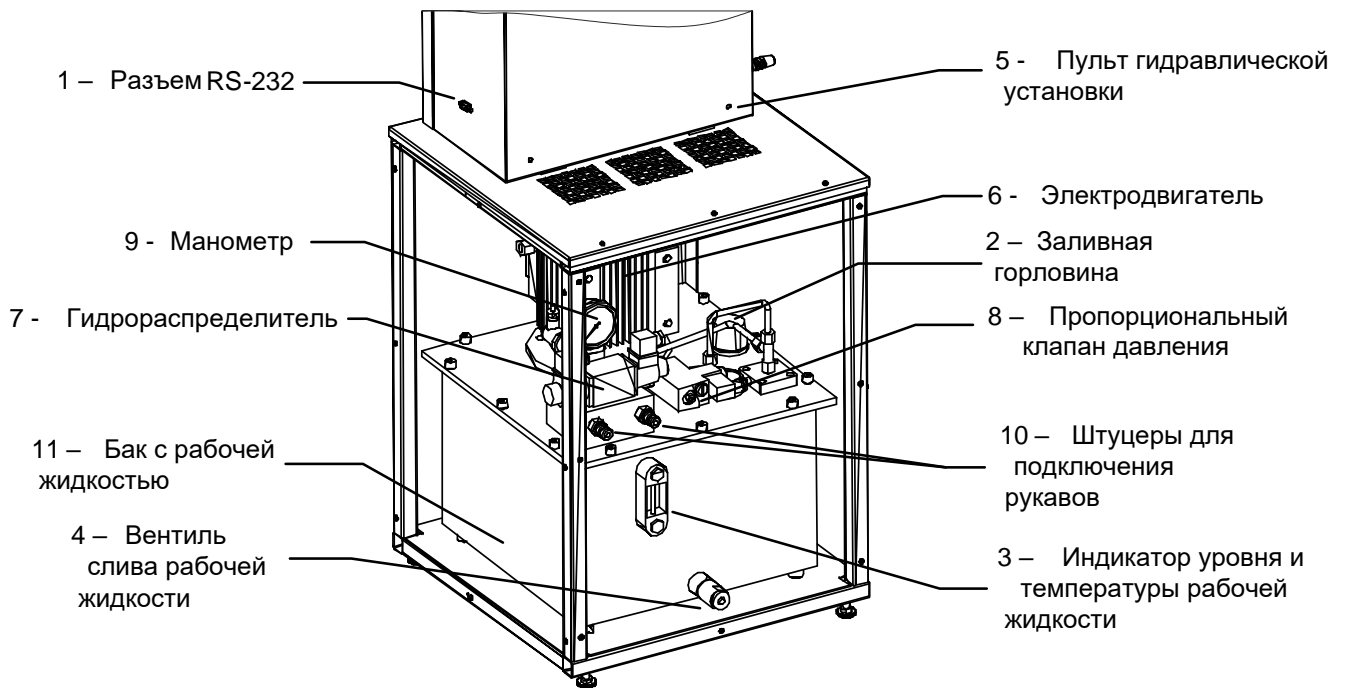

Рисунок 2 – Гидравлическая установка
2.1.15 Залить приблизительно 10 л рабочей жидкости в бак гидравлической установки (см. рисунок 2, страница 5) через горловину.